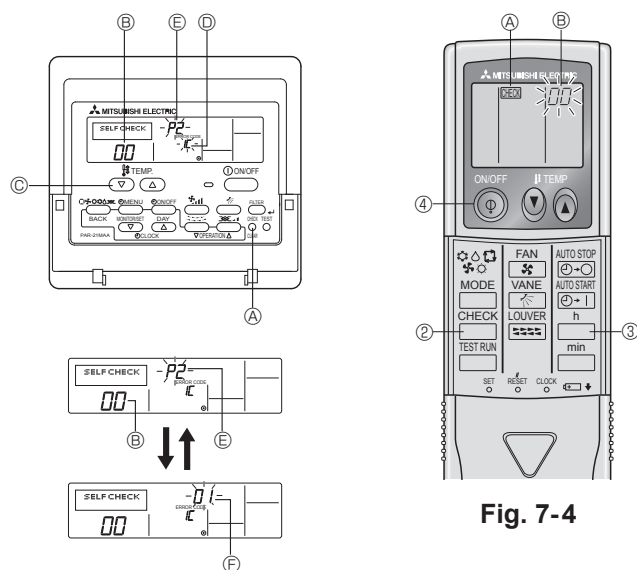

Fig. 7-3
7.3.1. Para el controlador remoto cableado (Fig. 7-3)
- ① Encienda el aparato.
- ② Pulse el botón [CHECK] dos veces.
- ③ Ajuste la dirección del refrigerante mediante el botón [TEMP] si utiliza un control de sistema.
- ④ Pulse el botón [ON/OFF] para terminar el autotest.